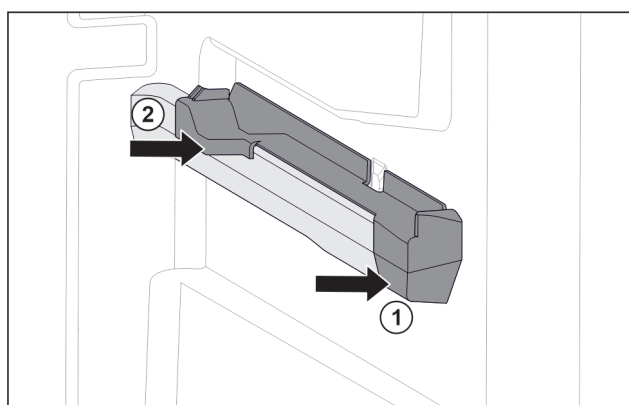

Fig. 126 Insteekelement op rechter containerrib
- Insteekelement voor tegen containerrib plaatsen. Fig. 126 (1)
- Insteekelement achter aandrukken. Fig. 126 (2)